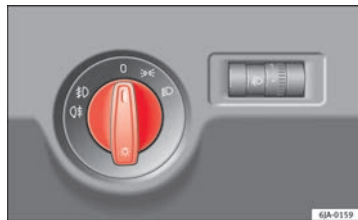

Abb. 54 Kombiinstrument: Lichtschalter
Bei Fahrzeugen **mit Rechtslenkung** weicht die Anordnung der Bedienelemente teilweise von der in \Rightarrow Abb. 54 \Rightarrow Seite 100 gezeigten Anordnung ab. Die Symbole zur Anzeige der einzelnen Bedienelemente sind jedoch identisch.
- Drehen Sie den Lichtschalter \Rightarrow Abb. 54 in Stellung \Rightarrow .
- Drehen Sie den Lichtschalter \Rightarrow Abb. 54 in die Position 0. ■
Drehen Sie den Lichtschalter ⇒ Abb. 54 ⇒ Seite 100 in die Position 0.
- Drehen Sie den Lichtschalter ⇒ **Abb. 54** **A** ⇒ Seite 100 in die Position \Rightarrow und verriegeln Sie das Fahrzeug.